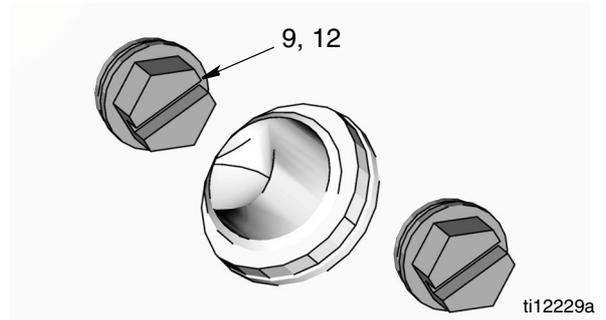

FIG. 27
- Enlevez uniquement la vis du haut (12) et la rondelle (9) (FIG. 27).